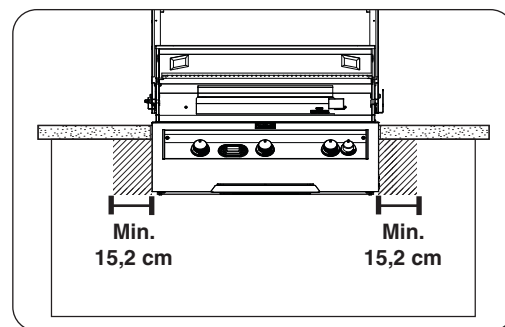

Abb. 11-1 Bedienfeldabstände
- Das Bedienfeld **MUSS** einen Mindestabstand von 15,2 cm zu Hindernissen / Seitenwänden haben. Siehe Abb. 11-1.